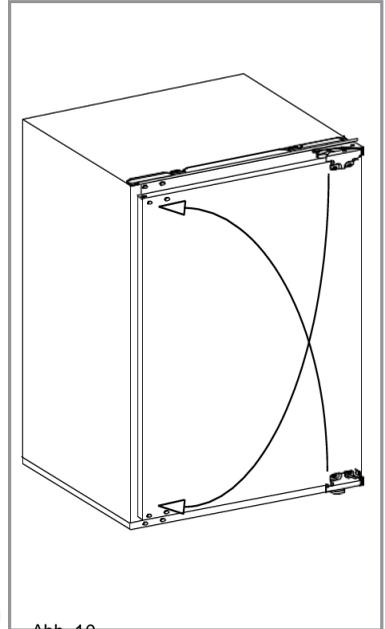

Abb. 10
6. Bringen Sie die Scharniere wie in Abb. 10 gezeigt an den gegenüberliegenden Ecken an